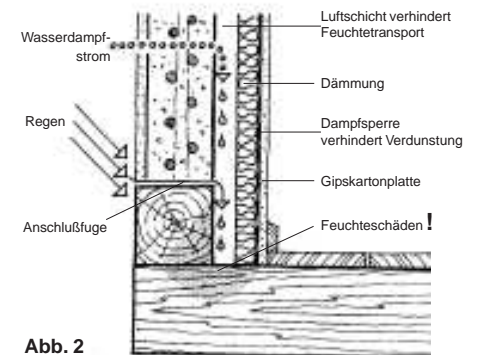
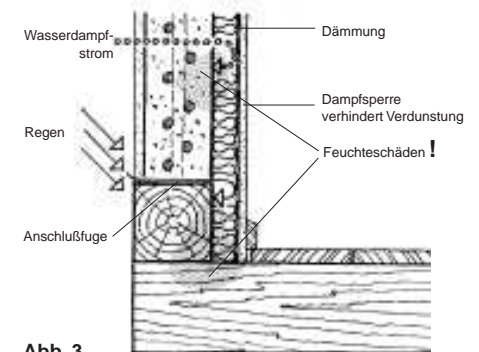

Abb. 2
Abb. 3
und zu Schäden am Holz führen kann. Nötigenfalls sind konstruktive Unebenheiten durch Kalkmörtel auszugleichen, um ein vollflächiges Anliegen der Dämmschicht zu erreichen (Abb. 2).
* Einen ähnlichen, jedoch noch schädlicheren Einfluß auf bauphysikalische Gegebenheiten bewirken Dampfbremsen oder Dampfsperren, weil sie an Boden-, Decken- und Zwischenwandanschlüssen regelmäßig Fehlstellen aufweisen, die das Eindringen der feuchtwarmen Innenraumluft in die Außenwände und damit auch Kondensation ermöglichen, die Rückführung des ausgefallenen Wassers durch Verdunsten in den Raum jedoch unmöglich machen. Wegen des gleichen schädigenden Effektes sind auch Gipskartonplatten als Wandverkleidung ungeeignet. Dampfbremsen und -sperrern haben daher im Fachwerkbau nichts zu suchen (Abb. 2, Abb. 3).